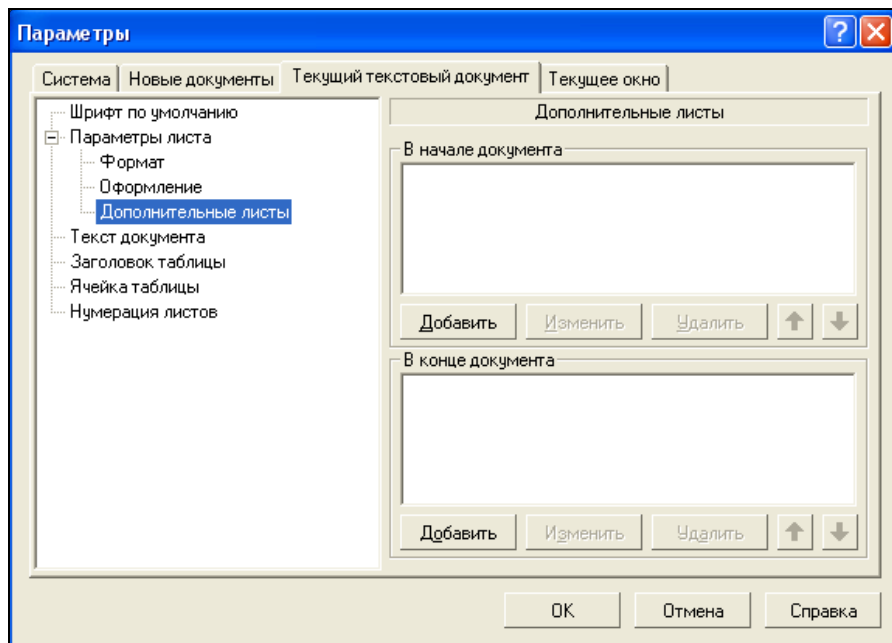

Рис. 23.5. Диалоговое окно **Параметры** с открытой вкладкой **Текущий текстовый документ** и панелью **Дополнительные листы**
- ◆ щелкните ЛК мыши по строке **Дополнительные листы**. В правой части появится соответствующая панель **Дополнительные листы** (рис. 23.5). Параметры этой панели заполните в том случае, когда необходимо иметь, например, заглавный лист для утверждения и последний лист с различными подписями. Тогда: